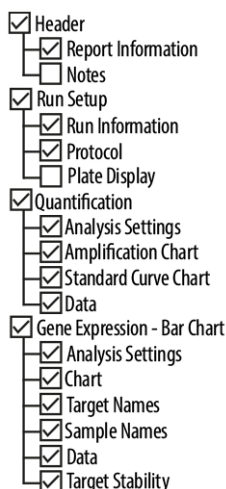

Figura 14: Caixa de diálogo Report (Relatório)
5. Certifique-se de que pelo menos o seguinte conteúdo é selecionado para a geração de relatório na parte superior esquerda da caixa de diálogo Report (Relatório) (consulte a figura 14):